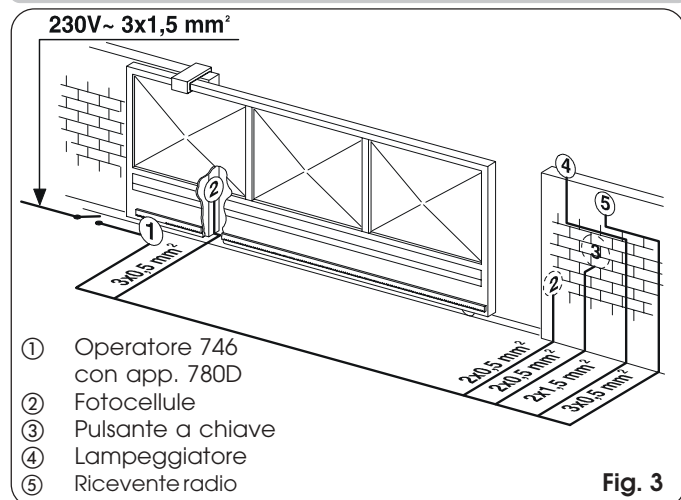

Fig. 3
- 4) Predisporre i cavi elettrici per il collegamento con gli accessori e l'alimentazione elettrica come da Fig. 3.